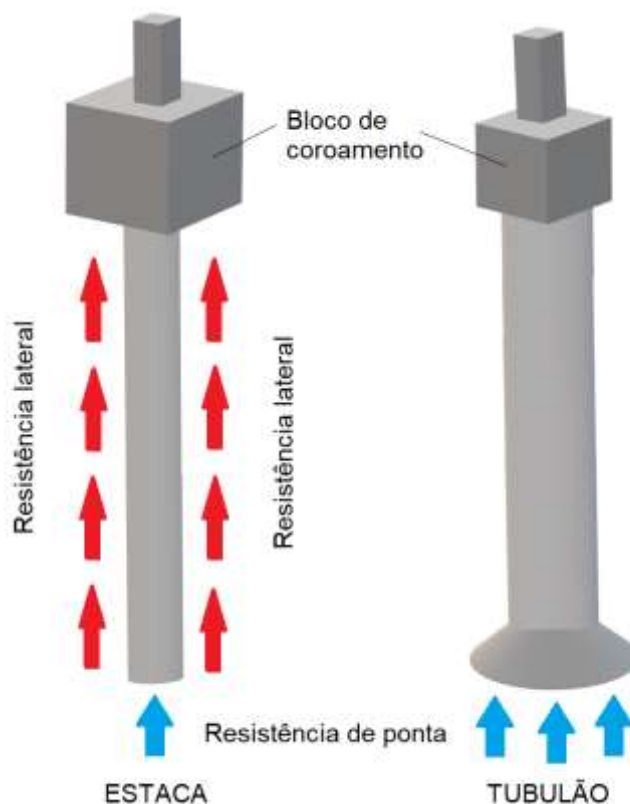

Figura 7: Esquema de fundações profundas: tubulão e estaca.
- As **estacas** são elementos de fundação profunda **executados** por **equipamentos** ou, em alguns casos, por ferramentas (Figura 7), mas sem que em qualquer fase de execução ocorra trabalho manual em profundidade. Nas estacas normalmente a **resistência de fuste** é a principal responsável pela **capacidade de carga** da fundação. Em contrapartida, a **resistência de ponta** atua como um **adicional** de segurança. Todavia, essa afirmação não é uma regra geral, pois em alguns tipos de estacas a resistência de ponta pode ser a principal responsável por resistir aos esforços a que a fundação está submetida. As estacas são **executadas** por **equipamentos** ou, em alguns casos, por ferramentas (Figura 7), mas sem que em qualquer fase de execução ocorra trabalho manual em profundidade. As estacas podem ser fabricadas com diversos tipos de materiais tais como: madeira, aço, concreto pré-moldado, concreto moldado *in situ*, ou ainda da combinação destes materiais (estacas mistas);
- Os **tubulões** são elementos de fundação escavados manualmente ou com maquinário e que ao menos na etapa final há necessariamente a **descida de um operário** ao fundo da escavação para realizar o alargamento da base e/ou a limpeza do fundo. No tubulão as cargas são suportadas predominantemente pela ponta (base) da fundação (**resistência de ponta**). Esse fato torna o tubulão um tipo de fundação cuja execução envolve atividades de elevado **risco** para a saúde e segurança do **trabalhador** (Figura 7). Por essas especificidades, **geralmente** o **tubulão** é **mais caro que** o uso de **estacas**, sendo então escolhido quando as outras alternativas não são viáveis.